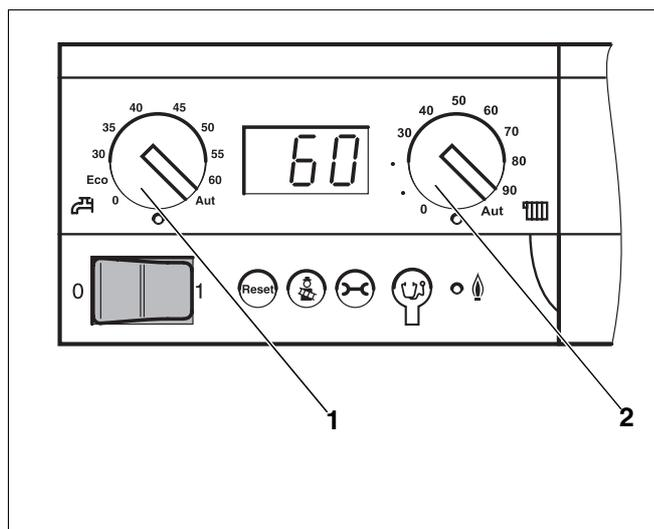

Fig. 41 Dispositivo di controllo base Logamatic BC10
- Posizionare la manopola per la temperatura massima della caldaia (fig. 41, **pos. 2**) e la manopola per il valore nominale dell'acqua calda (fig. 41, **pos. 1**) su "Aut".